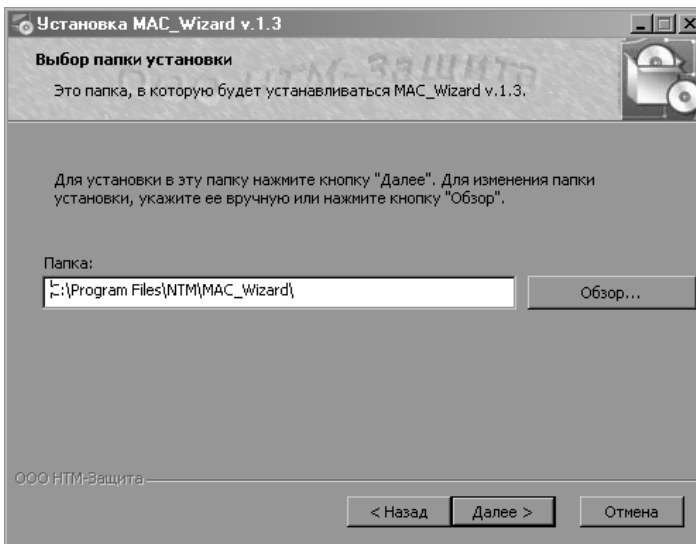

Рис.2
- в следующем окне предлагается выбрать папку для установки ПО (по умолчанию ПО установится в папку C:\Program Files\NTM\MAC_Wizard). Выбрать папку для установки ПО и нажать окно «ДАЛЕЕ» (рис.2);